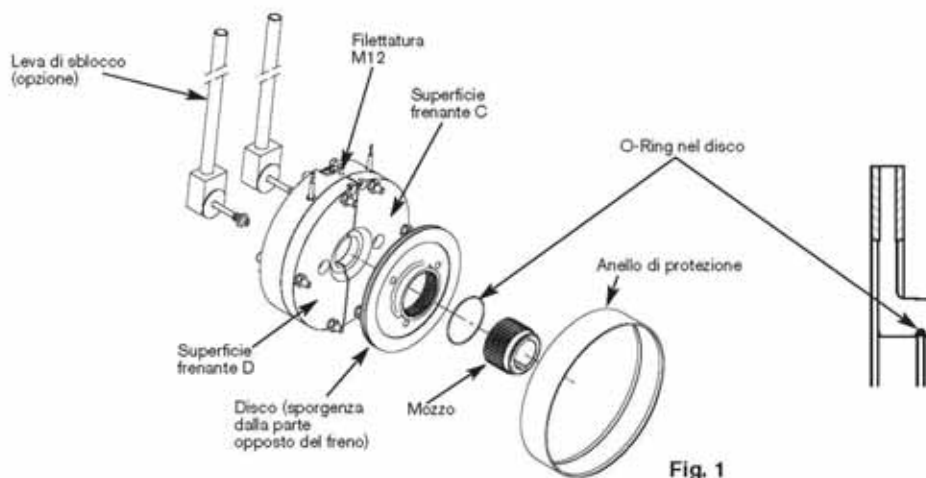

Fig. 1
Per sollevarlo, usare i fori di sollevamento destinati a questo scopo (vedi fig. 1 filettatura M12).
- Montare gli O-ring nel disco (vedi Fig. 1).